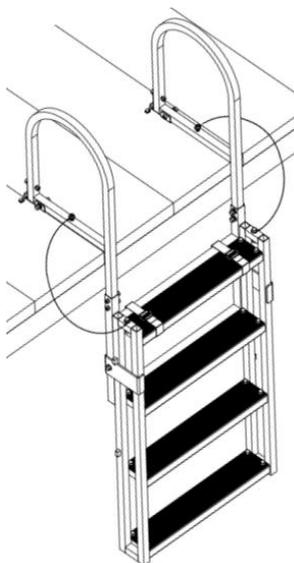

Fig 4
- 21) Als de onderkant van de ladder de bodem van het zwembad niet raakt, kan de ladder worden versteld voor maximaal gebruik, zoals weergegeven in afbeelding 4.